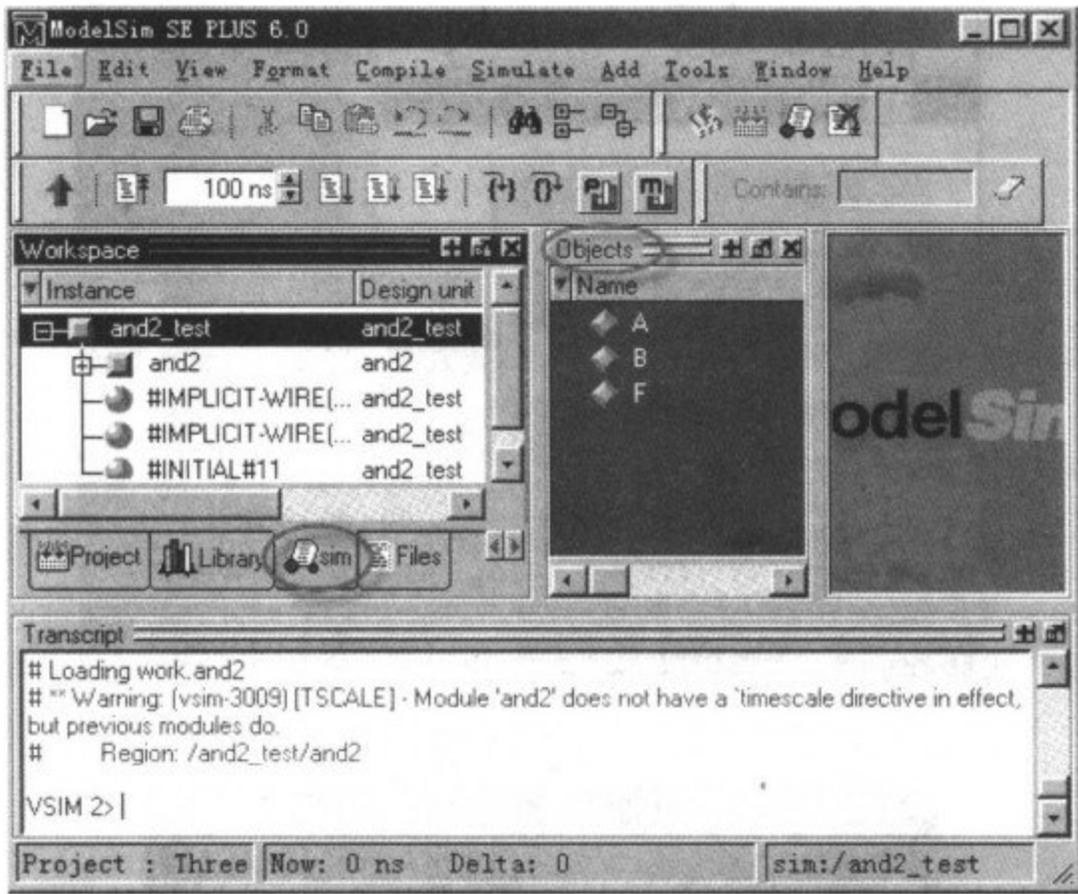

图 3-75 双击 and2_test
(2) 双击 and2_test, 加载测试文件, 如图 3-75 所示。从图中可以看出, 图中出现了